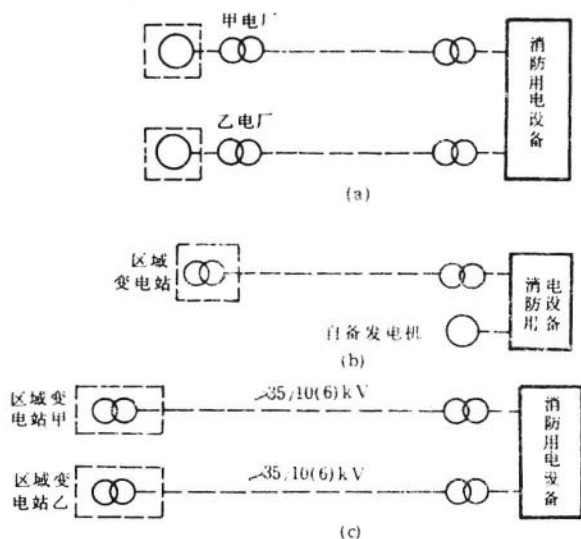

图7-1-1 一级负荷供电示意图
(1) 电源来自两座不同的发电厂,如图 7-1-1(a)所示。
(2) 电源一个来自区域变电站(电压在 35kV 及 35kV 以上),同时另设一台自备发电机组,如图 7-1-1(b)所示。
(3)电源来自两个区域变电站,如图7-1-1(c)所示。